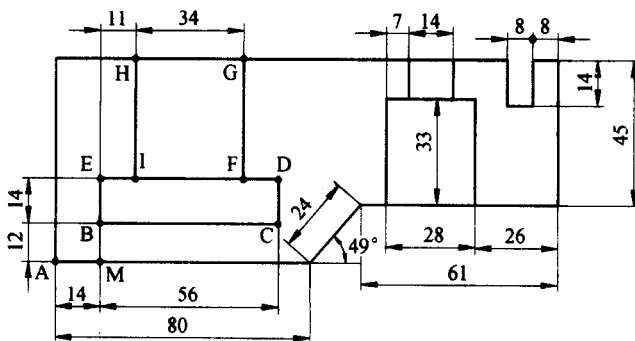

图 4-9 综合练习 2
【习题 4-7】利用极轴追踪、自动捕捉及目标捕捉追踪功能绘制图 4-9 所示的图形。
(1) 参见【习题 4-6】的设置方法, 打开极轴追踪模式, 设定 Increment angle (极轴角增量) 为 90, 设定 Additional angle (附加极轴角) 为 49; 打开自动捕捉和目标捕捉追踪模式, 设定自动捕捉方式为端点捕捉 END 和交点捕捉 INT。
(2) 参见【习题 4-5】, 利用极轴追踪功能, 通过键入直线的长度绘制图 4-9 的外轮廓线。
(3) 绘制矩形 BCDE。